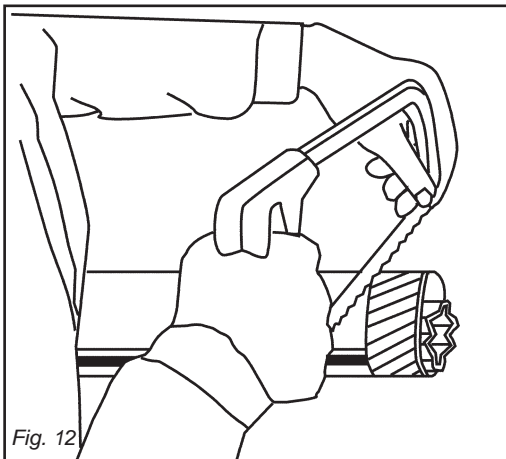
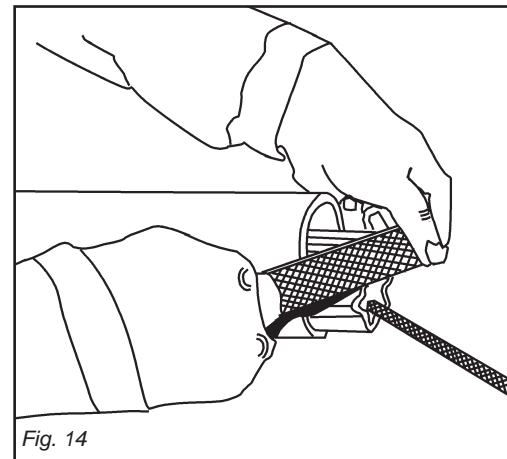
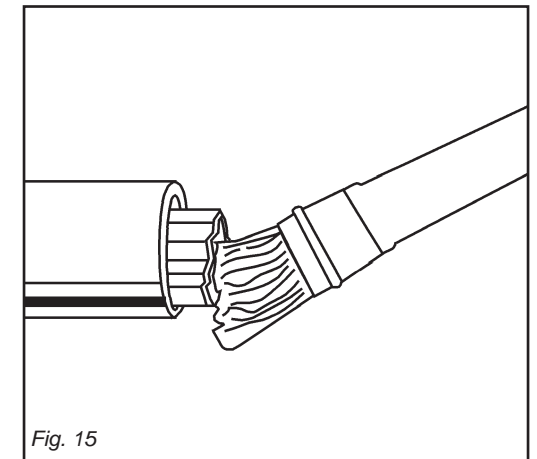

Fig. 12
Fig. 14
Fig. 15
- Accorciare i tubi scorrevoli di una stessa lunghezza (Fig. 12 e 13), sbavare e pulire (Fig. 14) e ingrassare l'interno del tubo esterno (Fig. 15).
- Afkort gliderørene med samme længde (Fig. 12 og 13).
Fil, rens (Fig. 14) og smør det udvendige rør indvendigt (Fig. 15).